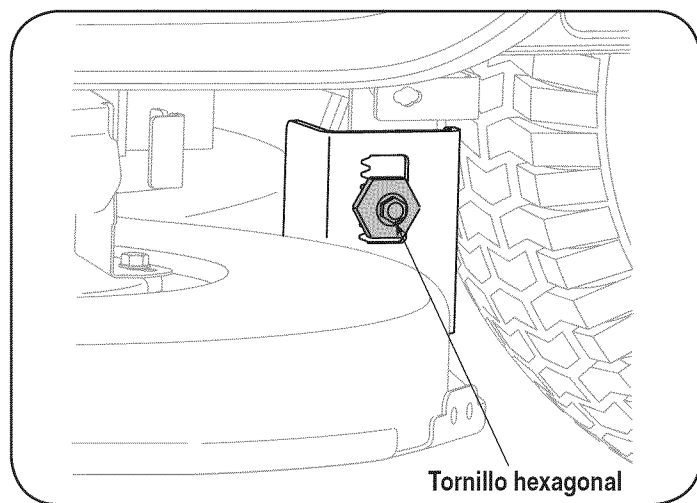

Figure 49
3. Afloje, pero no quite, el tornillo hexagonal de la izquierda soporte de la cubierta de colgar. Véase la Figure 49.